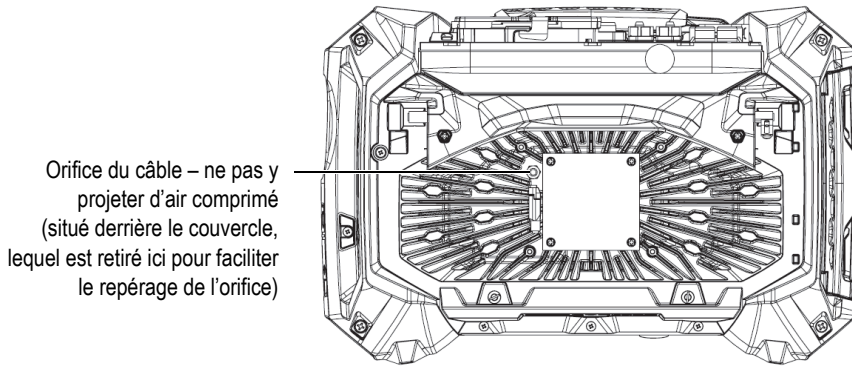

Figure 4-1 Intérieur de l'assemblage du ventilateur – Couvercle retiré pour montrer l'orifice du câble
1. Vérifiez régulièrement la présence de poussière ou de saletés dans l'ouverture du ventilateur et chassez-les minutieusement en projetant de l'air comprimé dans toutes les directions à partir de l'extérieur de l'assemblage du ventilateur (pression max. de 207 kPa), en évitant de le projeter directement dans l'orifice du câble qui s'y trouve (Figure 4-1 à la page 55).